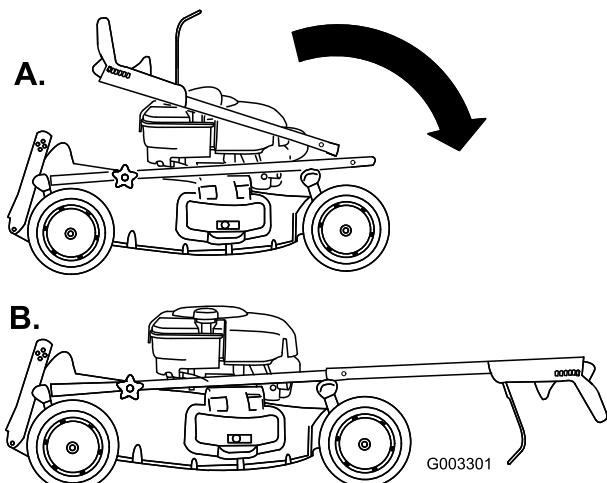

Figura 3
2. Inclinete in avanti con cautela la sezione superiore della stegola e appoggiatele le estremità sulla sezione inferiore, in modo che siano allineate, l'una all'interno dell'altra (Figura 3).